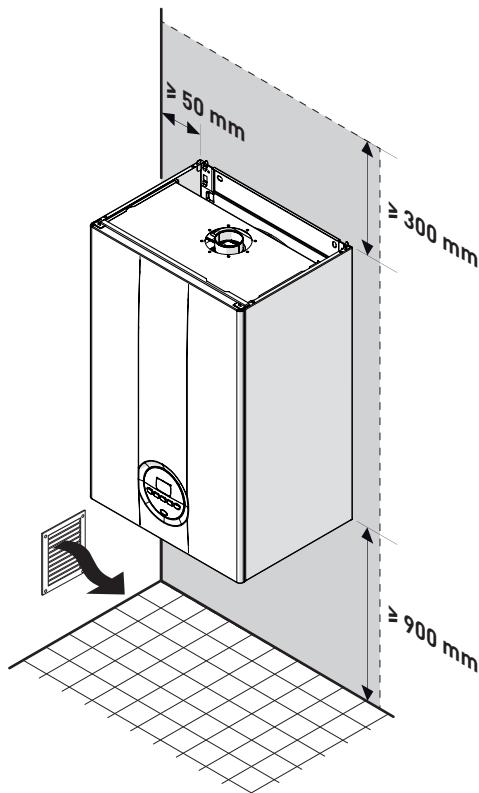

Рис. 18
- При монтаже необходимо учесть расстояния, необходимые для доступа к устройствам безопасности/ регулировки и выполнения работ по техническому обслуживанию (см. Рис. 18).